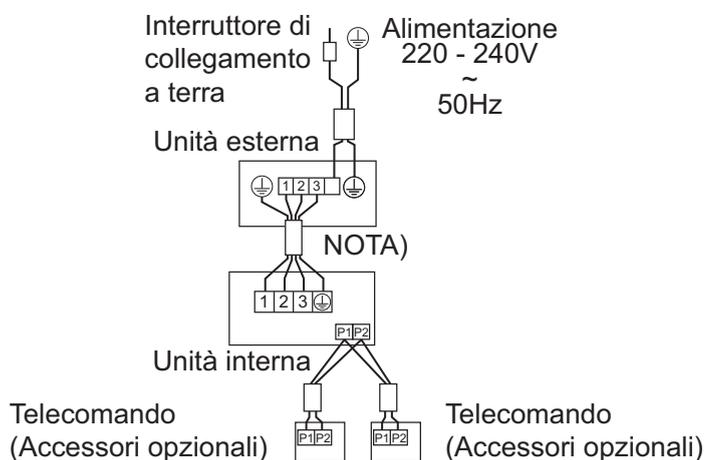

Fig. 45
- **Comando con 2 comandi a distanza:** Per comandare 1 unità interna con 2 comandi a distanza. **(Fare riferimento alla Fig. 45)**